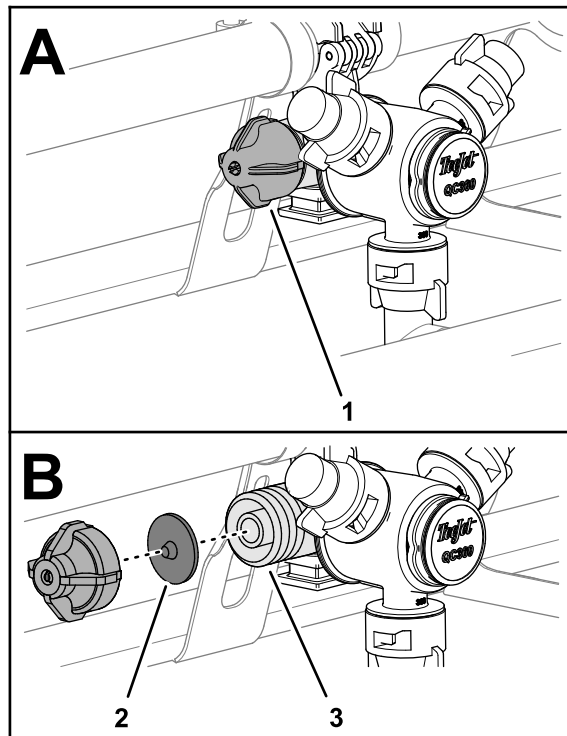

Figura 32
1. Rotii capacul diafragmei în sens invers acelor de ceasornic i îndepărtați capacul de la corpul duzei (Figura 32).
2. Îndepărtați diafragma supapei de reinere de la capac sau corpul duzei (Figura 32).
3. Curățați cu apă curată capacul, diafragma i corpul duzei (Figura 32).
4. Montați diafragma la capac cu proeminența diafragmei spre capac (Figura 32).
5. Montai capacul i diafragma pe corpul duzei i strânger manual (Figura 32).